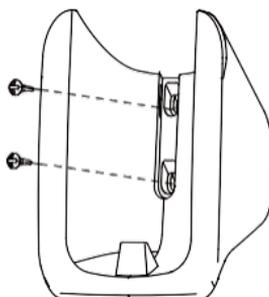

Abbildung 2.3
1) Verwenden Sie die Schrauben (Zubehör), um die Fernbedienungshalterung in einer stabilen Position zu befestigen und zu sichern (siehe Abbildung 2.3).